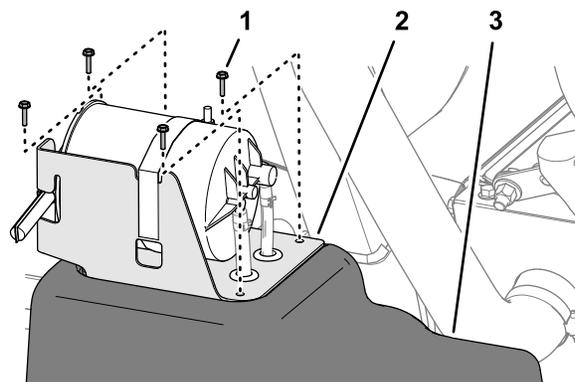

Figura 87
5. Alinhe os buracos do suporte do recipiente de carbono com os buracos do depósito de combustível (**Figura 87**).
6. Monte o suporte no depósito (**Figura 87**) com os 4 parafusos (n. 10 x ¼ pol.).